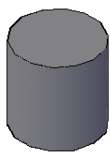

图 13-62 创建结果
- 06 分别使用【圆柱体】和【棱锥体】命令，创建如图 13-62 所示的圆柱体和棱锥体。